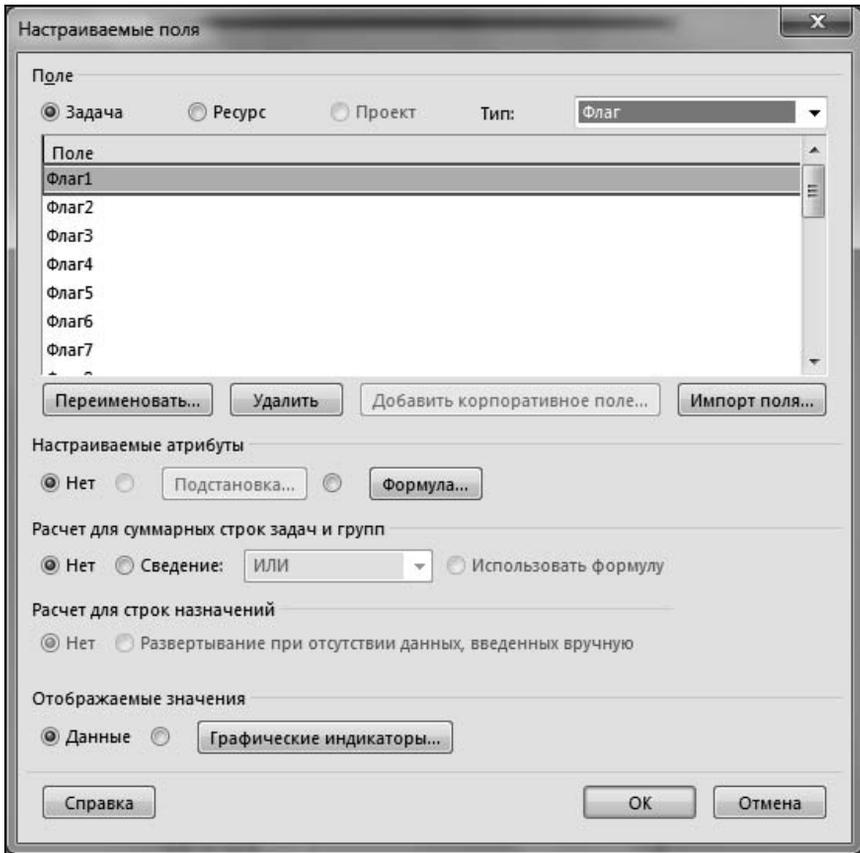

Рис. 7.15. Окно управления настраиваемыми полями
2. Выбрать вкладку ленты меню **Проект**. В области **Свойства** щелкнуть по кнопке **Настраиваемые поля**. Выбрать в окне (рис. 7.15) в раскрывающемся списке **Тип** значение **Флаг**.
2. Выбрать вкладку меню **Проект**, а в области **Свойства** щелкнуть по кнопке **Настраиваемые поля**. Открывшееся окно соответствует показанному на рис. 7.15. Выбрать в раскрывающемся списке **Тип** этого окна значение **Затраты**.
13. После окончания ввода формулы нажать кнопку **ОК**. Project выдаст предупреждение о том, что все данные в поле **ВФС** будут потеряны (теперь они будут автоматически вычисляться по указанной формуле). Для того чтобы описание формулы вступило в силу, в ответ на это сообщение следует нажать кнопку **ОК**. После этого будет осуществлен возврат к окну, аналогичному показанному на рис. 7.15.